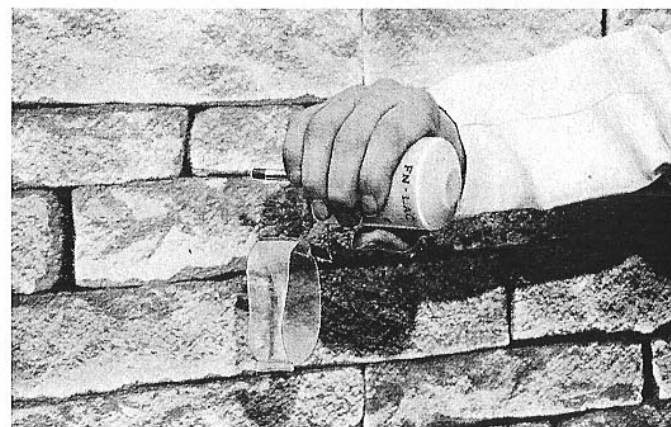

Fig. 2
3. **Lancement à la main.** Prendre le corps de la grenade de la main droite et frapper avec l'extrémité de la tige un objet suffisamment résistant (pierre, talon de bottine) pour assurer la percussion de l'amorce d'allumage (fig. 2).